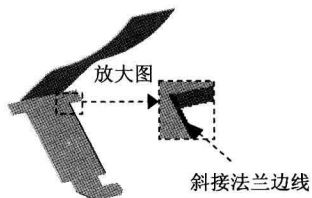

图 1.14 斜接法兰边线
(1) 选择命令。选择下拉菜单  →  →  命令(或单击“钣金”工具栏上的“斜接法兰”按钮 )。
(2) 定义法兰边线。选取图 1.14 所示的边线为斜接法兰边线。
(3) 定义特征的横断面草图。